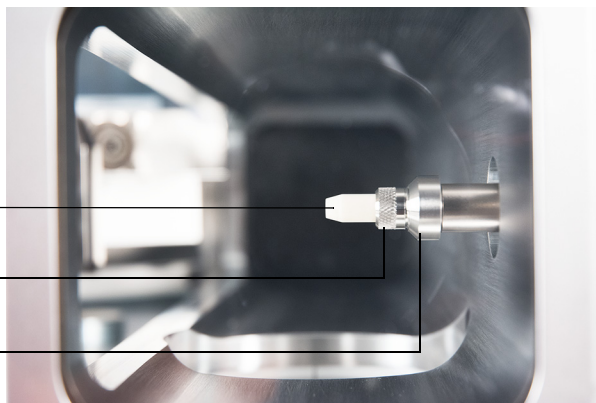

Рис. 18. Торцевой уплотнитель интерфейса GX-МСД
- 1 Убедитесь, что источник ХИ, источник ЭУ ХТР или HES установлен. Торцевой уплотнитель, пружину и рифленую стопорную шайбу торцевого уплотнителя нельзя устанавливать, когда установлен источник ЭУ SS или инертный источник. (См. **Рис. 18** на стр. 87.)